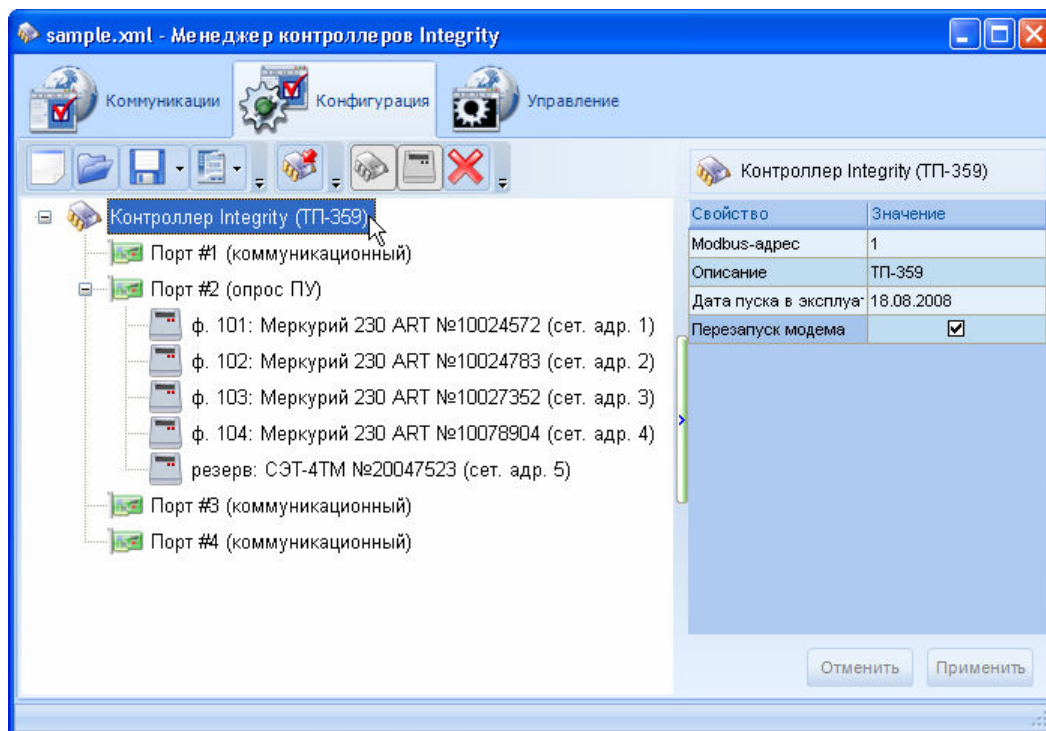

Рисунок 2 Страница редактирования конфигурации
- конфигурация (см. рис. 2);
Страница основного окна ICM, содержащая элементы управления для создания, редактирования и записи конфигурации, изображена на рис. 2.